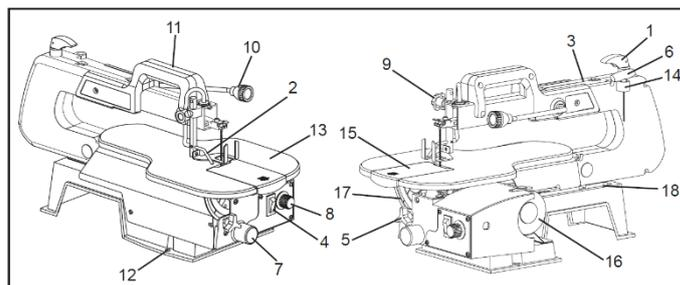

Fig. 1
INSTALLATION/REPLACEMENT DES LAMES SANS BROCHE (EXTRÉMITÉ UNIE) (Fig. 1~4)
2. Relâchez la tension en soulevant le levier de relâchement rapide de la tension (1-Fig. 1).
3. Inclinez la table au biseau de 0° et verrouillez-la en position avec le bouton de verrouillage de la table (5-Fig. 1).